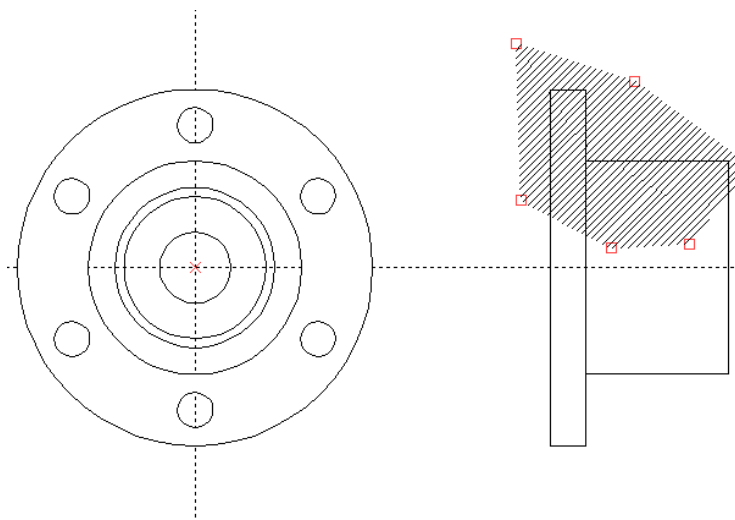

Рисунок 7.7 – Создание штриховки
1. Перед тем как создать местный разрез необходимо задать его границы, которые определяются по контуру штриховки (рисунок 7.7).